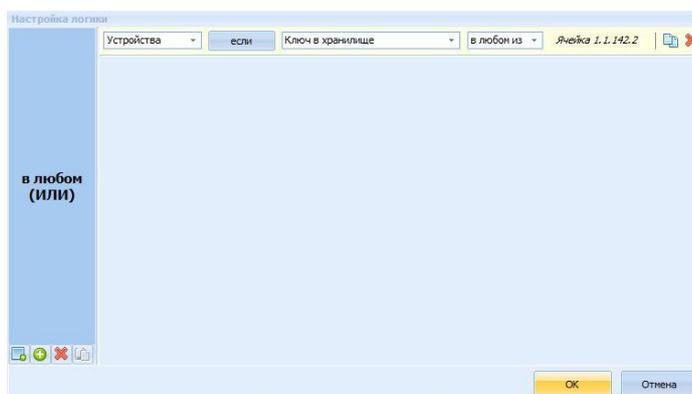

Рисунок 4.19
- 1) Добавить сценарий и настроить его логику включения по состоянию «Ключ в хранилище» в выбранной ячейке ключницы (Рисунок 4.19).